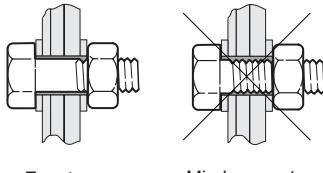

Fig. 1
- Lengden på boltene må velges slik at boltens stamme så langt som mulig når igjennom både trekkbjelke og bilramme hhv. løsgavl. Se fig. 1.